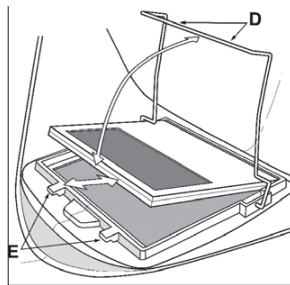

Figura 3
**Colocación de un Nuevo Cartucho:** Tome el nuevo cartucho de sombra y pase el cable del potenciómetro bajo el bucle de alambre antes de colocar el cartucho en su marco de retención dentro de la careta. Cierre el bucle de alambre y asegúrese de que el borde frontal del mismo (D) esté adecuadamente asegurado bajo las lengüetas de retención (E) como se muestra (figura 3).